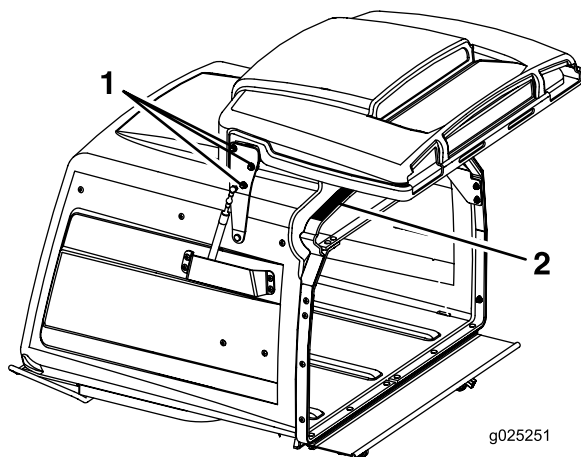

Figura 66
3. Afloje las seis tuercas de la bisagra de la puerta (Figura 66).
4. Abra la puerta y coloque una tira de goma de 9,5 mm o una manguera de 9,5 mm de entre la tolva y la puerta de la tolva (Figura 66).